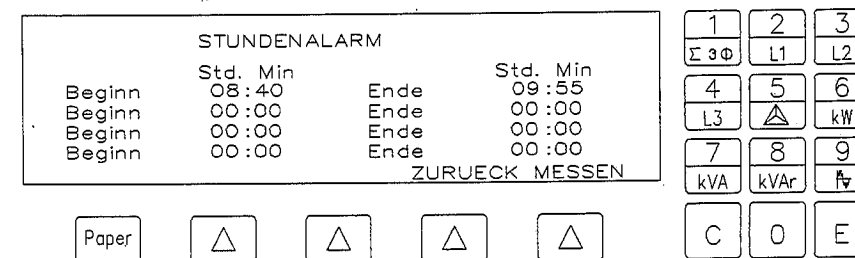

Abb. 3.33
- Auf dem Alarmmenü [3] drücken; es erscheint eine Displayseite mit 4 Alarmzeiten, deren Anfang und Ende einzugeben sind (s. Abb. 3.33).